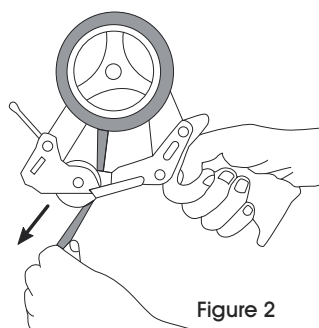

Figure 2
2. Unroll 5-6 inches of tape (sticky side down) and thread between smoothing roller and metal loading gate. (See Figure 2)
- Déroulez 12 à 15 cm (5 à 6 po) de ruban (côté adhésif vers le bas) et enfillez-le entre le rouleau de lissage et la porte de chargement en métal. (Voir Figure 2)